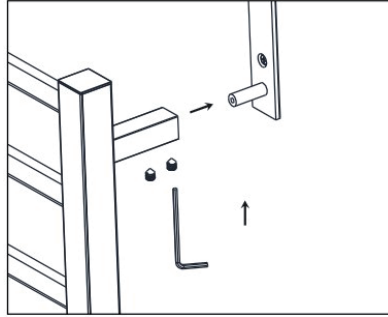

Figura 6
1. Desaperte os parafusos de cabeça cilíndrica nos dois lados da peça de aquecimento, como mostra a figura 6.